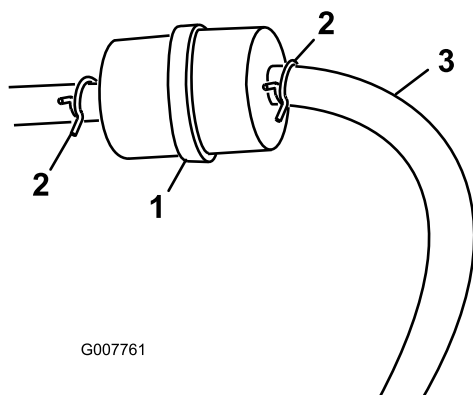

Figura 27
3. Premete le estremità delle fascette stringitubo ed allontanatele dal filtro (Figura 27).
5. Montate un nuovo filtro ed avvicinate le fascette stringitubo al filtro (Figura 27).
3. Allentate la fascetta stringitubo e spostatela in alto sul tubo del carburante, lontano dal filtro del carburante (Figura 27).
4. Scollegate il tubo del carburante dal filtro del carburante (Figura 27).
**Nota:** Lasciate spurgare la benzina in una tanica apposita o in una bacinella (Figura 27).
5. Collegare il tubo del carburante al filtro del carburante. Infilate la fascetta vicino al filtro del carburante, per fissare il tubo del carburante (Figura 27).